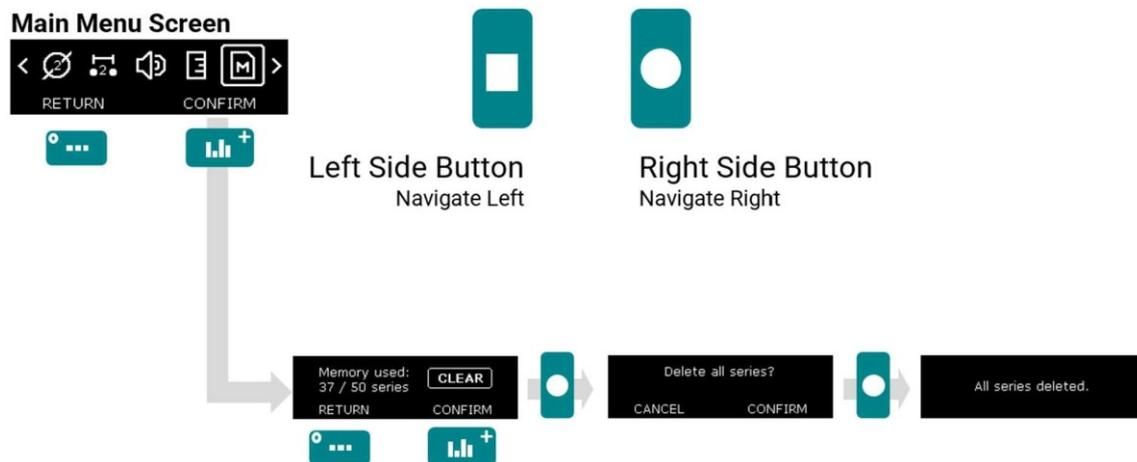

Abbildung 22 Menü – Speicher (intern)
2. Löschen Sie manuell alle Spot-Messreihen, wie in Abbildung 22 erläutert.